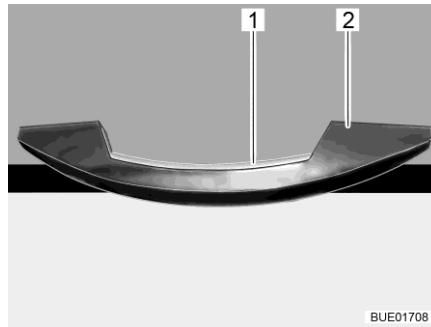
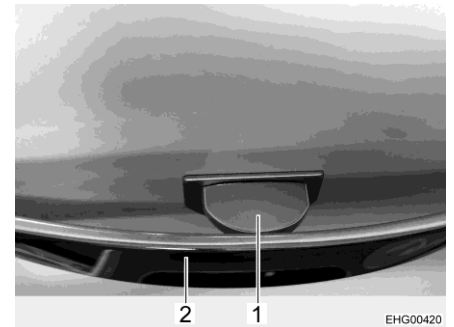

Bild 52 Handtag med låslist (exempel)
Bild 53 Handtag med låstunga
- Tryck på låslisten (Bild 52,1) eller låstungan (Bild 53,1) och håll den intryckt.
- Öppna skåpluckan genom att dra i handtaget (Bild 52,2 eller Bild 53,2).